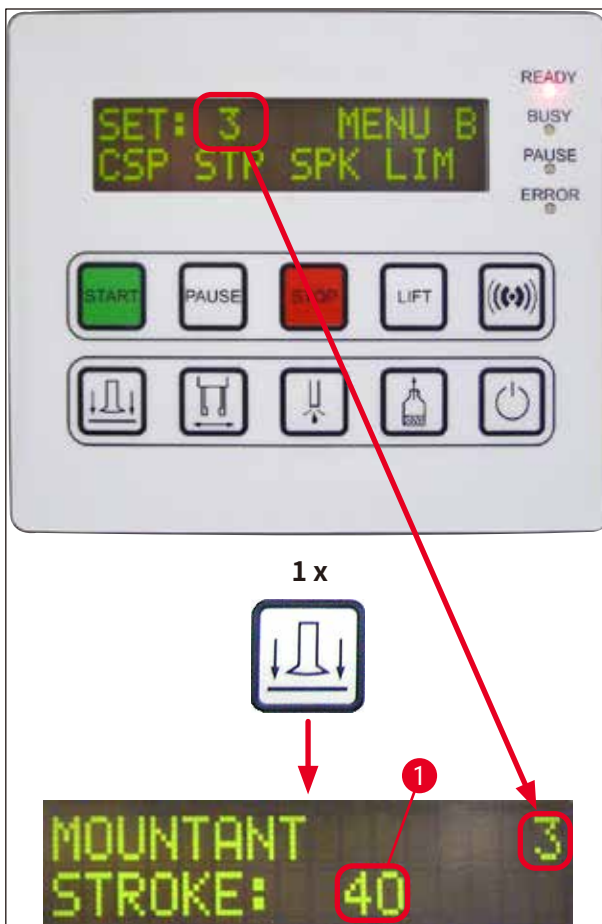

図40
1. 封入剤のストローク長（STK）を変更するには、**RELEASE COVERSLIP** ボタンを押します（→ 図40）。